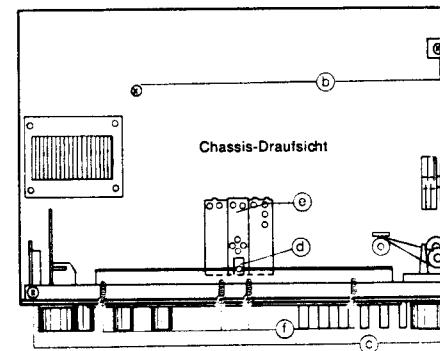

Abb. 3
1. Vier Schrauben (⑦) unterhalb der Skala herausdrehen (Abb. 3).
1. Schraube (⑧) herausdrehen (Abb. 3).
2. Haltebügel (⑨) nach hinten schieben.